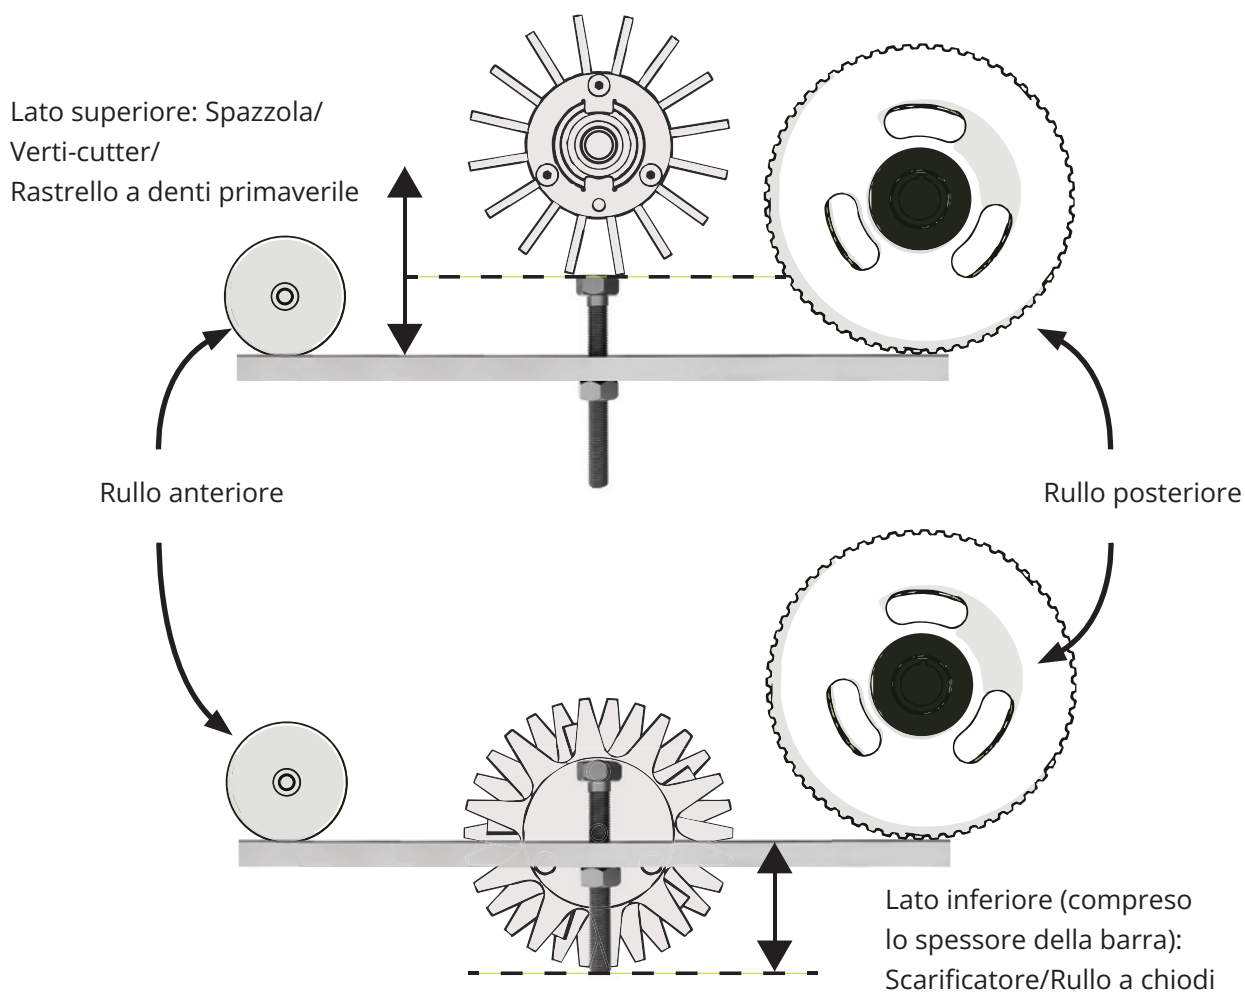

Fig.9. Misurazione della barra di regolazione per le cassette sopra/sotto il livello del terreno
sopra o sotto la barra di regolazione (rispettivamente a rapporto con la testa o con l'estremità del bullone) è come desiderato (Fig. 9). Nota:
7. Ruotare l'ingranaggio dentato per sollevare o abbassare il rullo anteriore. Mentre si esegue questa operazione, sollevare la barra di regolazione per riposizionarla tra il rullo anteriore e quello posteriore. Interrompere la regolazione quando le punte delle setole delle spazzole/dei verti-cutter sono a livello con la testa del bullone, o quando le punte dello scarificatore/rullo a chiodi sono a livello con l'estremità del bullone. (Fig. 9). Stringere leggermente il dado del morsetto superiore.